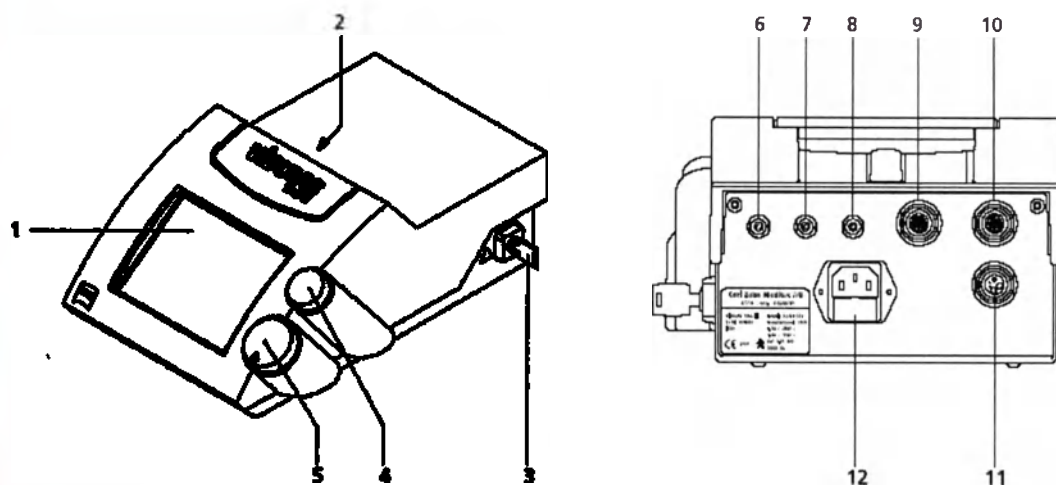

Рис.12 Панель индикации и управления консоли YAG III
- Инсталлируйте контакт дистанционного управления (блокировка двери). Если вы не инсталлируете блокировочный контакт, вставьте на его место (желтое гнездо, 7, рис.12) поставляемую вместе с прибором желтую заглушку.